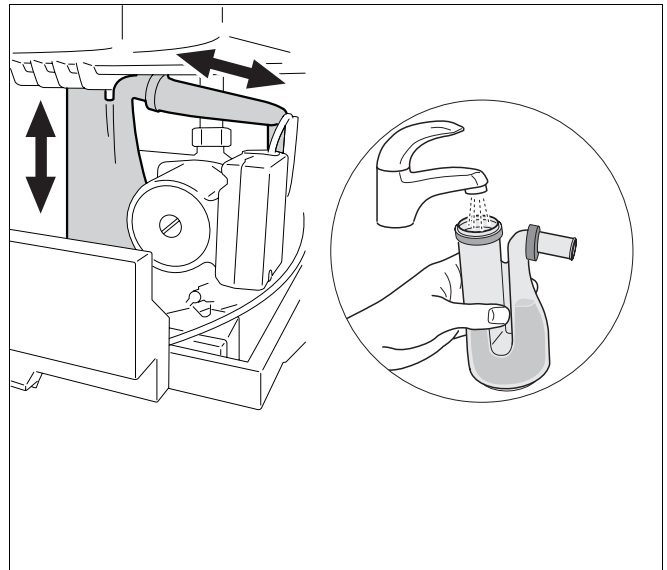

Bild 26 Siphon mit Wasser füllen
- Siphon (→ Bild 26) mit Wasser füllen.